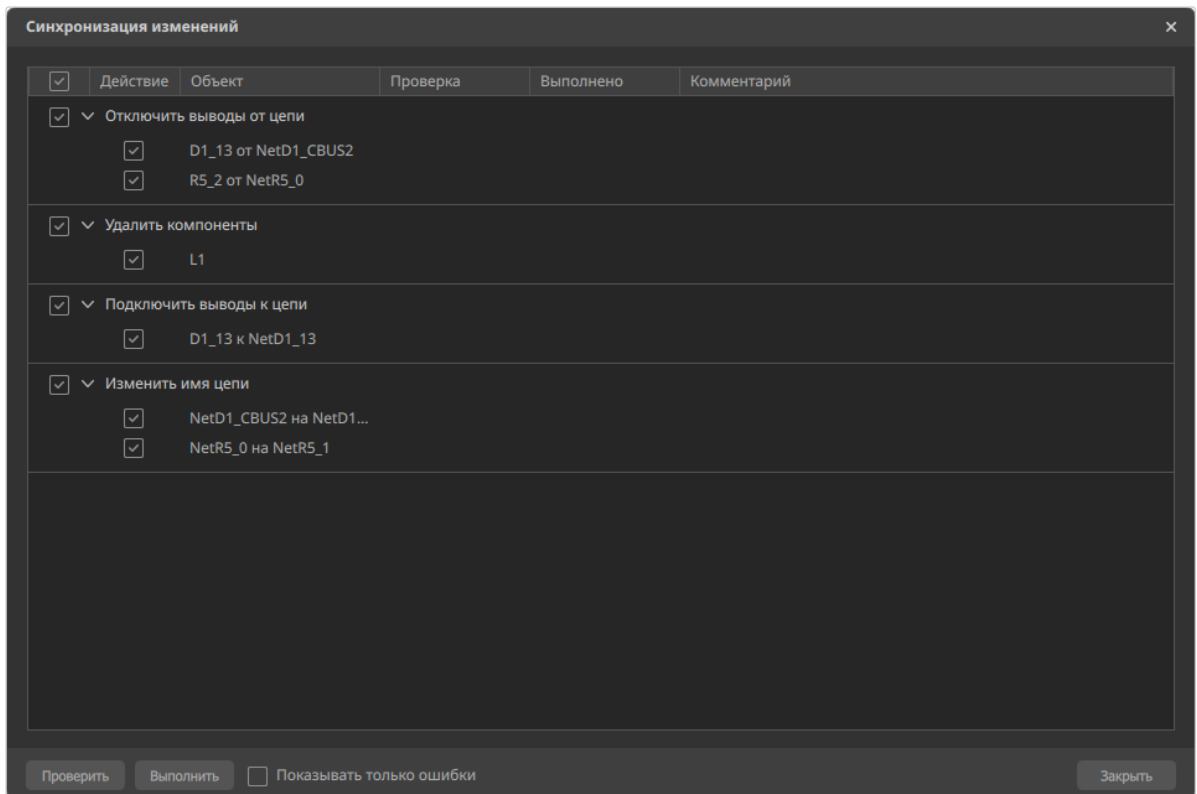

Рисунок 92. Окно «Синхронизация изменений»
- 2) После вызова команды при наличии изменений на схеме отобразится окно «Синхронизация изменений», отображающее список изменений, которые будут внесены в топологию платы (см. рисунок 92).